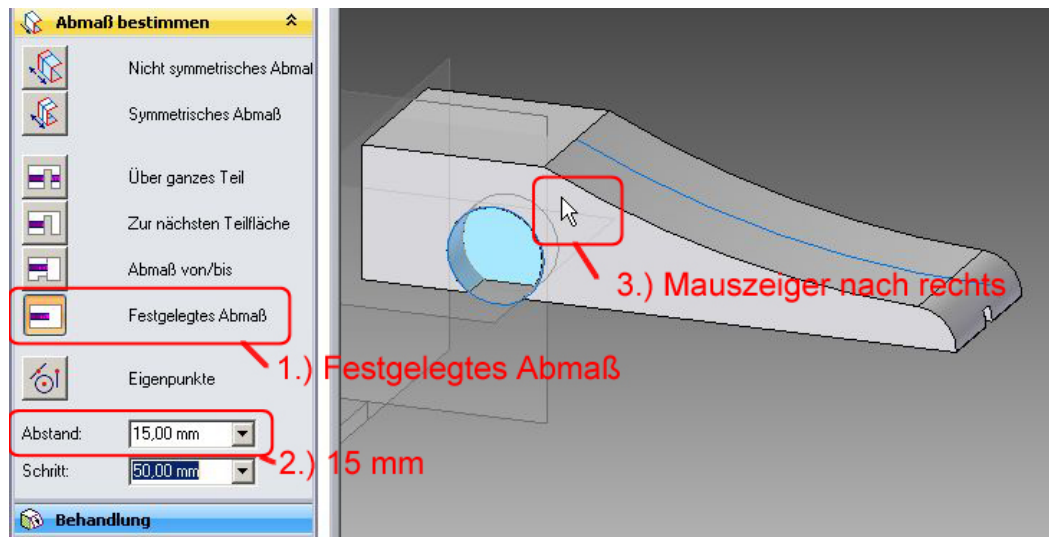

Abb. 33 Das Abmaß des Radausschnittes bestimmen
75. Klicken Sie auf **-Festgelegtes Abmaß-** (Abb. 33 1).
76. Tragen Sie im Feld **-Abstand-** 15mm ein (Abb. 33 2), und klicken Sie.
77. Bewegen Sie die Maus etwas nach rechts oben, um die Richtung für den Ausschnitt festzulegen und klicken Sie (Abb.33 3).